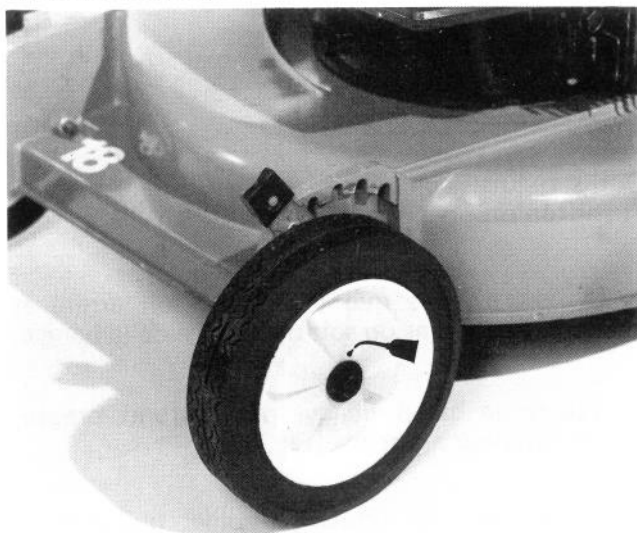

Figure 27
1. Après toutes les 25 heures d'utilisation ou à la fin de la saison de tonte, appliquez 2 ou 3 gouttes d'huile légère sur l'intérieur de tous les boulons de roues (Fig. 27). Faites tourner la roue pour distribuer l'huile dans les coussinets de la roue. Essayez tout excès d'huile.